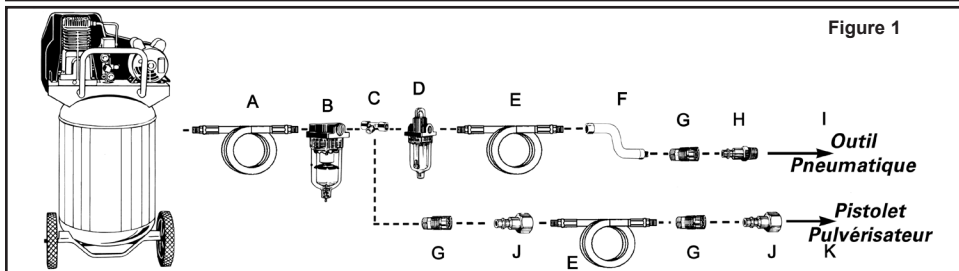

Figure 1
- Branchez l'outil au raccord rapide du tuyau flexible d'air. **REMARQUE : Il est recommandé d'utiliser un flexible de raccordement à pivot (non inclus) afin d'empêcher le tuyau flexible de s'en tortiller ou de se plier et de prévenir son usage excessif (voir l'élément F de la Figure 1 pour les connexions recommandées).**
Pour conserver le rendement optimal du moteur pneumatique, il faut le lubrifier à chaque utilisation. Des résidus de poussière, de saleté et d'huile se logeront à l'intérieur de l'outil et en réduiront le rendement. Un huilier sur canalisation est recommandé pour lubrifier automatiquement l'outil de façon adéquate (voir Figure 1). Si ce dispositif n'est pas disponible, il est possible de lubrifier l'outil manuellement par l'orifice d'admission (voir Figure 4).